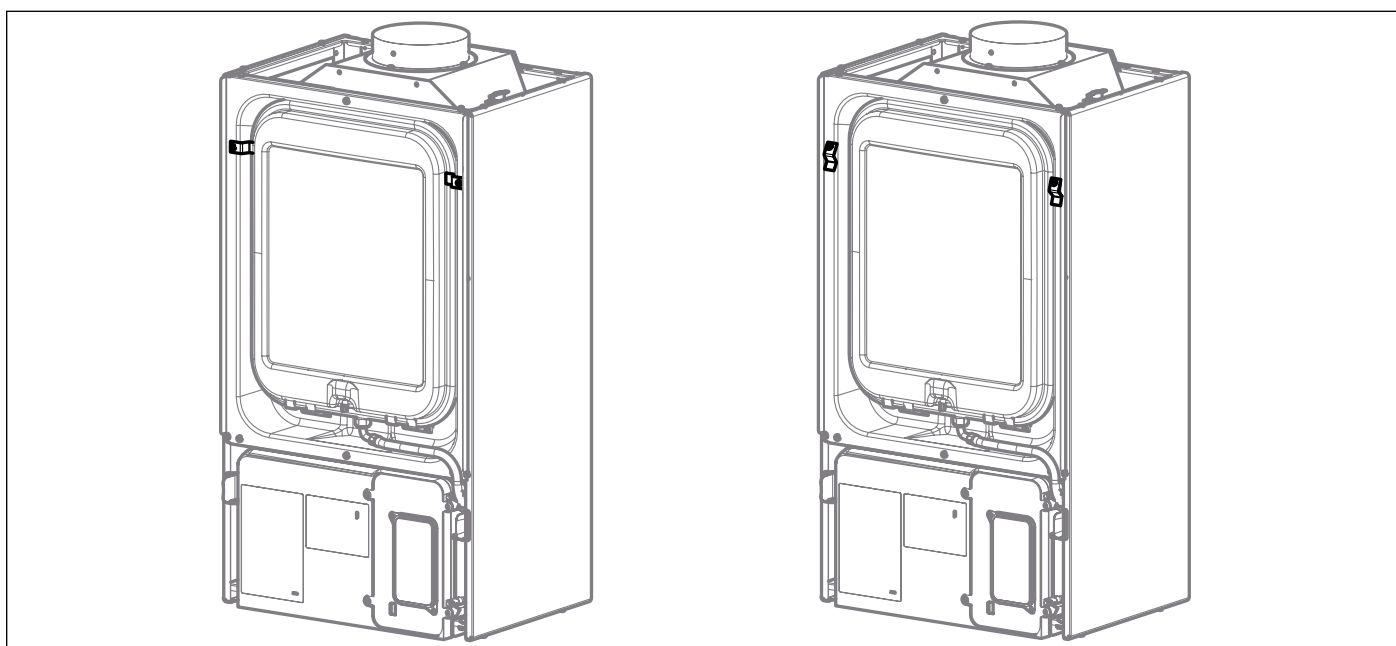
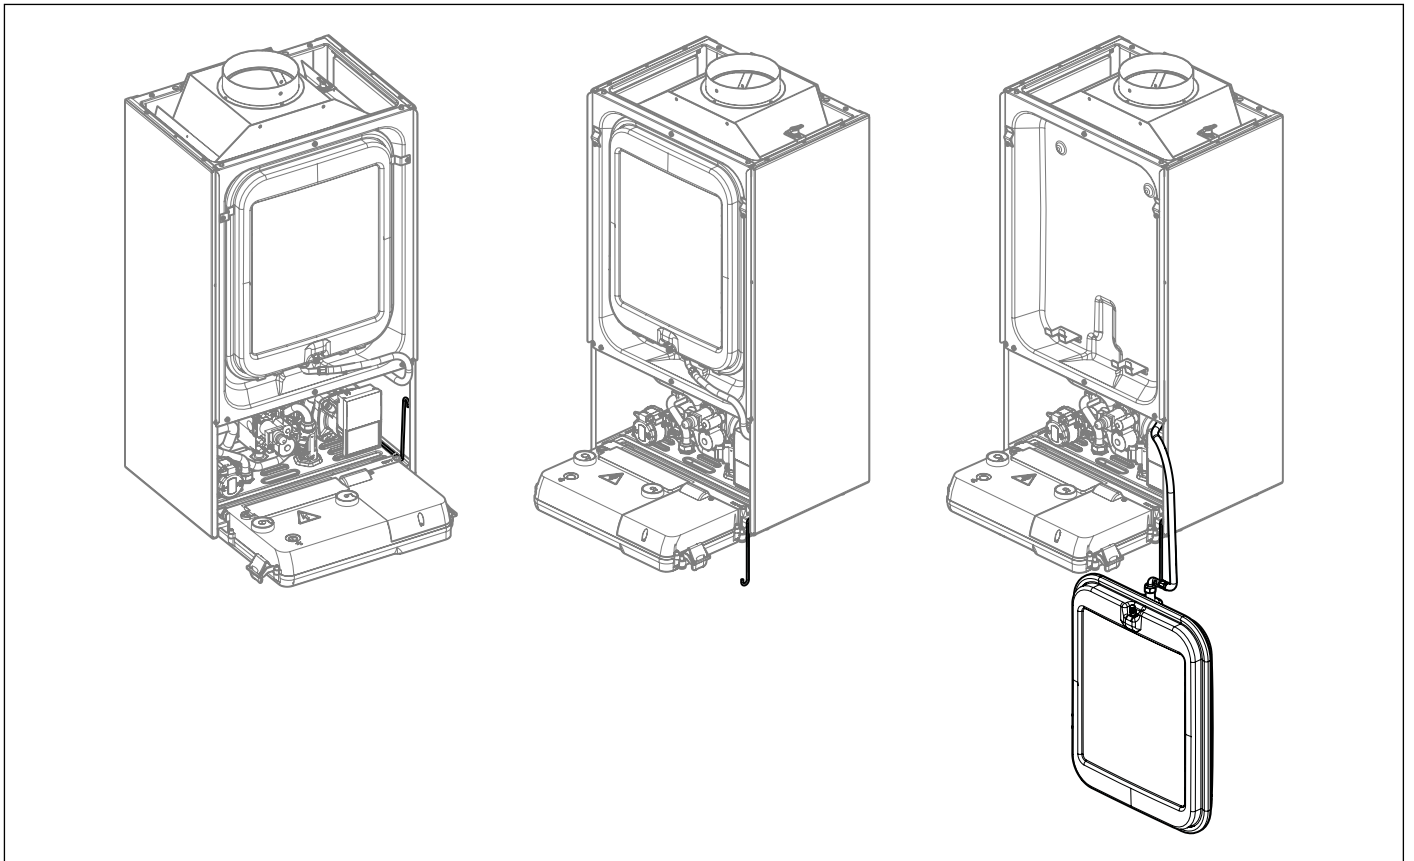

Abb. 9 Halteklammern MAG lösen
Abb. 10 Wartungsposition MAG
- MAG in Wartungsposition bringen (siehe Abb. 9 und Abb. 10).